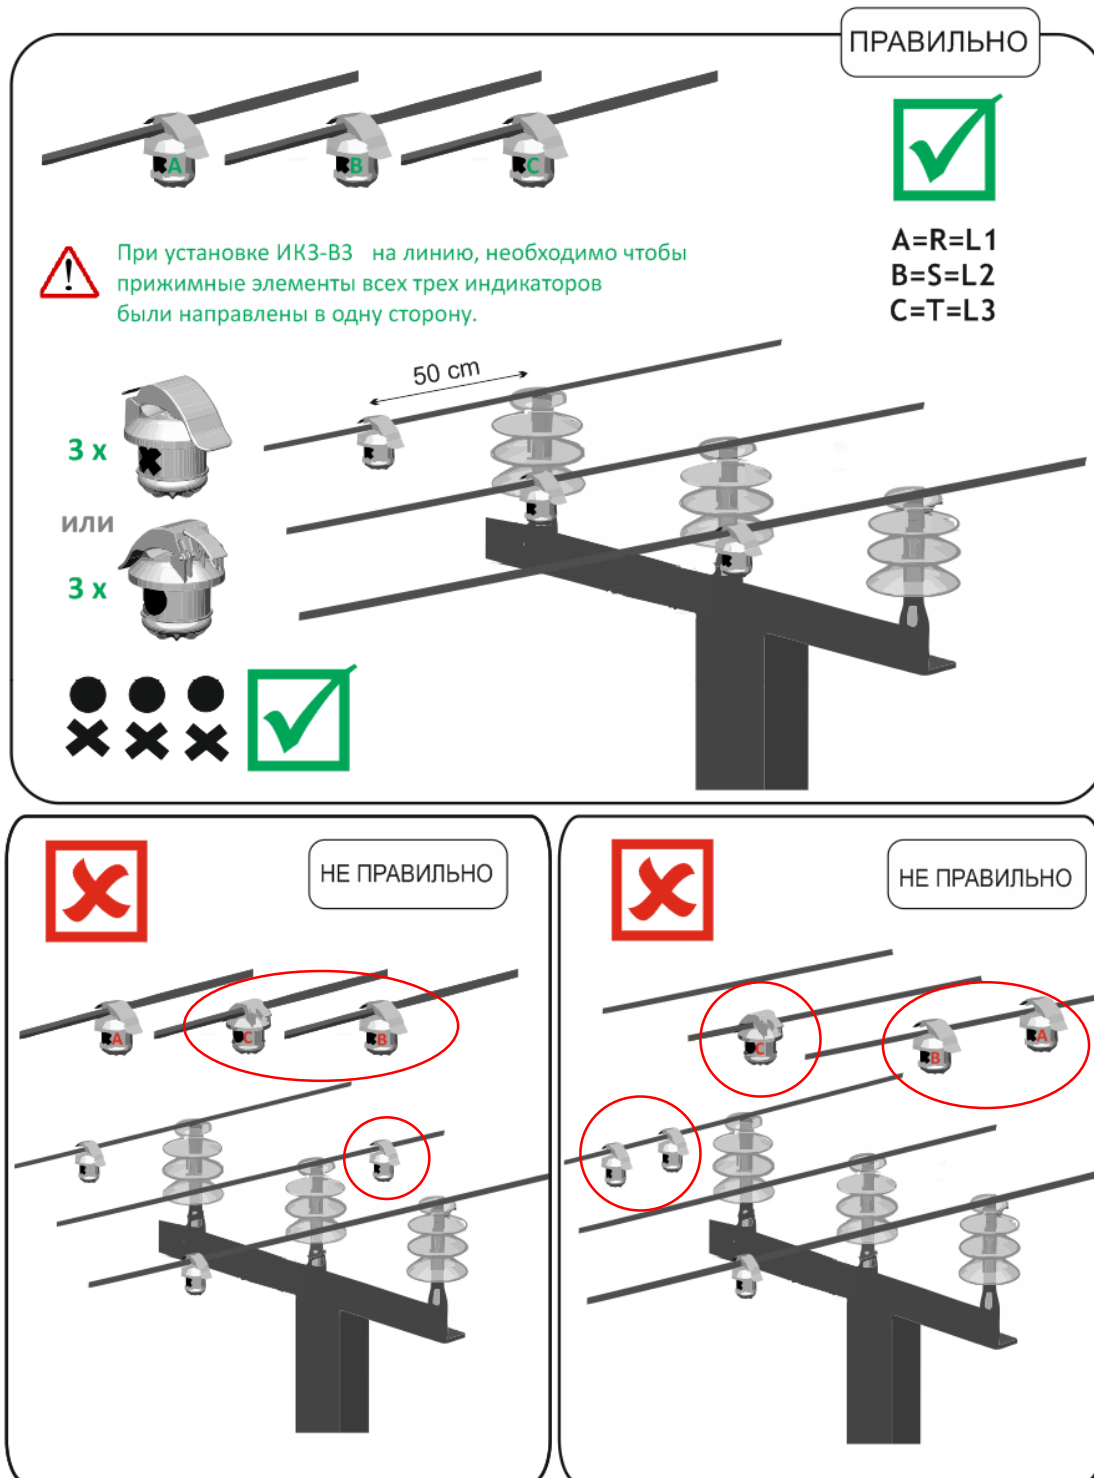
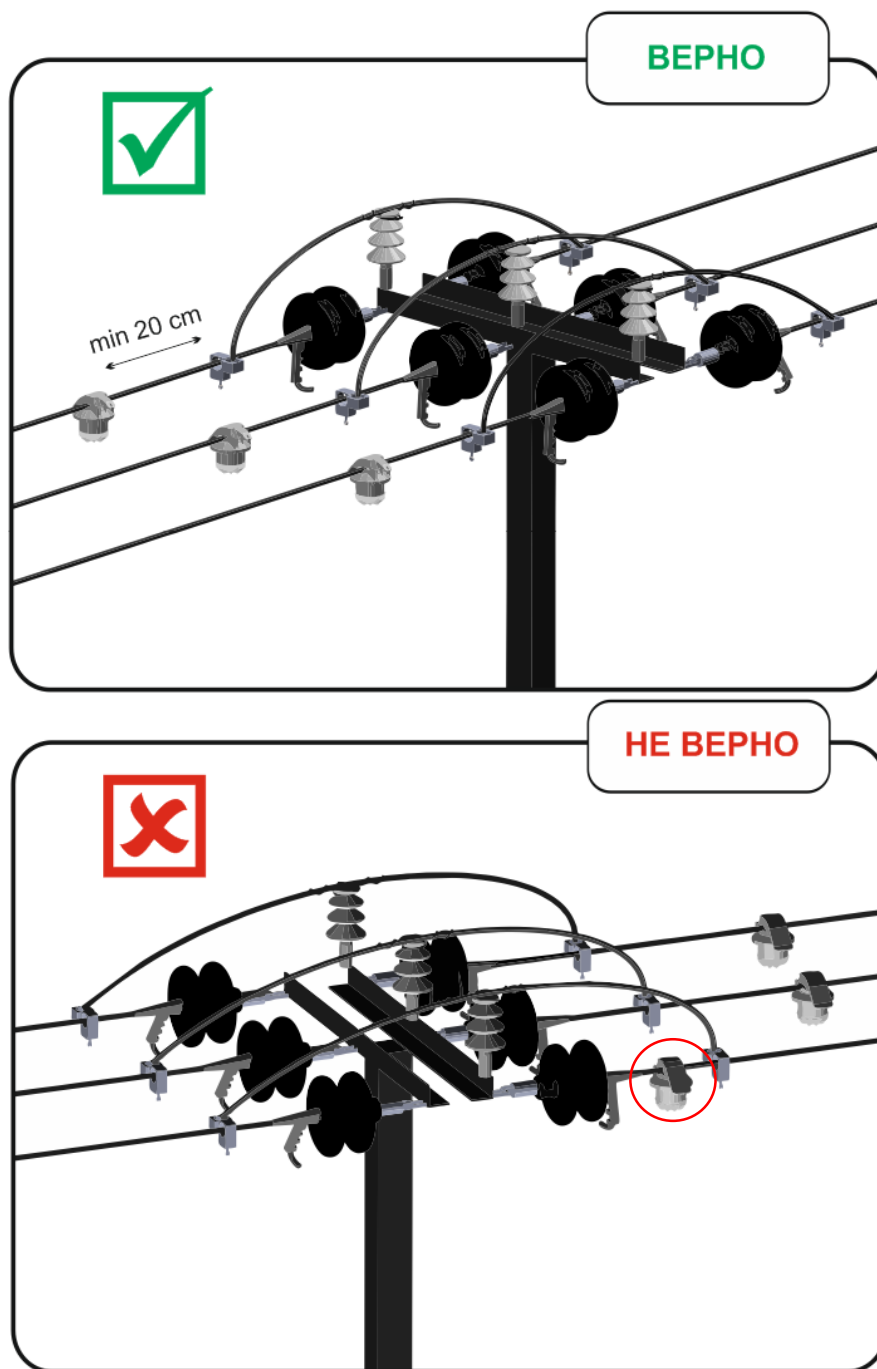

Рисунок 5 – Пример установки комплекта индикаторов ИКЗ-В33Л
Рисунок 8 – Пример установки комплекта индикаторов ИКЗ-В33Л
2.3.1 Индикаторы устанавливаются непосредственно на провод на расстоянии 0,5-10 м от изоляторов. Примеры установки устройств комплекта индикаторов ИКЗ-В33Л на линию приведены на рисунках (см. Рисунок 5- Рисунок 8).